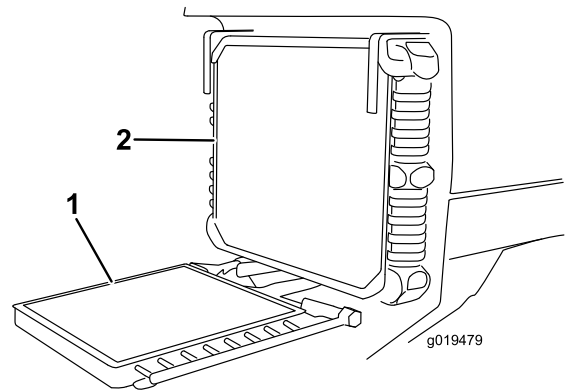

Figure 74
3. Dévissez les boutons et rabattez le refroidisseur d'huile en arrière (Figure 74). Nettoyez soigneusement les deux côtés du refroidisseur et la surface autour du radiateur à l'air comprimé. N'utilisez pas d'eau. Ouvrez le capot et soufflez les débris vers l'arrière de la machine. Redressez le refroidisseur d'huile à sa position d'origine et resserrez les boutons.